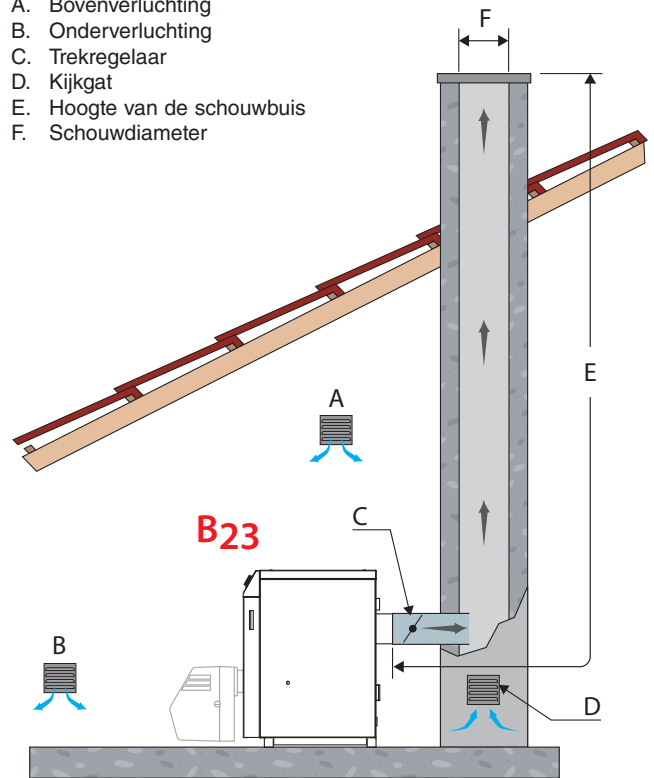

fig. 7
De stookruimte moet voorzien zijn van een onderverluchting en een bovenverluchting (fig. 7).
**Schouwaansluitingstype: B23 (fig. 7)**